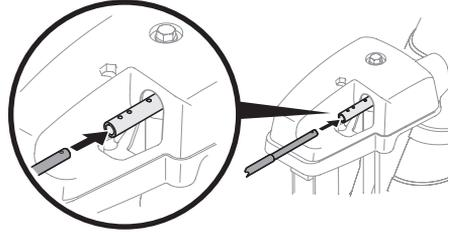

Figura 20
2. Inserte la varilla de control del canal dentro del cabezal de control del canal. Empuje la varilla dentro del cabezal de control del canal lo más posible, manteniendo los orificios de la varilla orientados hacia arriba (Figura 20).